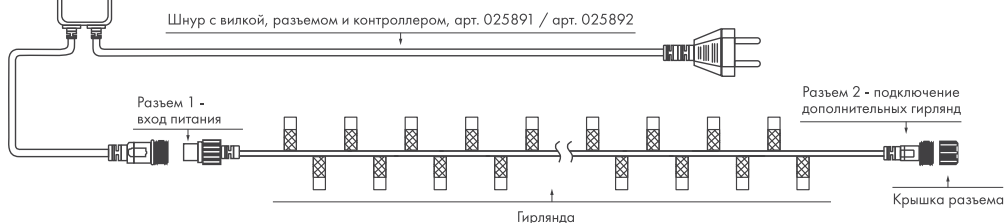

Рисунок 1. Схемы подключения.
**ВНИМАНИЕ!** Для подключения гирлянд к сети АС 230 В необходимо использовать специальный сетевой шнур с преобразователем АС/DC или контроллером при использовании многоцветных гирлянд (поставляются отдельно). Артикулы соответствующих шнуров указаны на схемах. Запрещается подключать гирлянду к сети АС 230 В без данного шнура питания, см. рисунок 1.